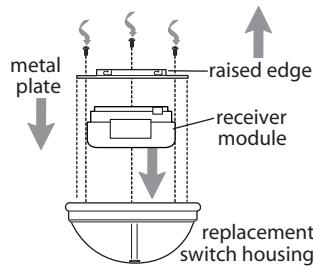

Fig. 3
- E. Place receiver module inside replacement switch housing. Re-attach metal plate with screws that were removed. **IMPORTANT:** Metal plate **must** be turned with the raised edge facing **up**. (See Fig. 3)
- E. Colocar el módulo del receptor dentro de la caja de encendido de repuesto. Volver a sujetar la placa de metal con los tornillos que se quitaron. **[IMPORTANTE: Hay que voltear la placa de metal para que el borde resaltado esté orientado hacia arriba.]** (Ver la Fig. 3)